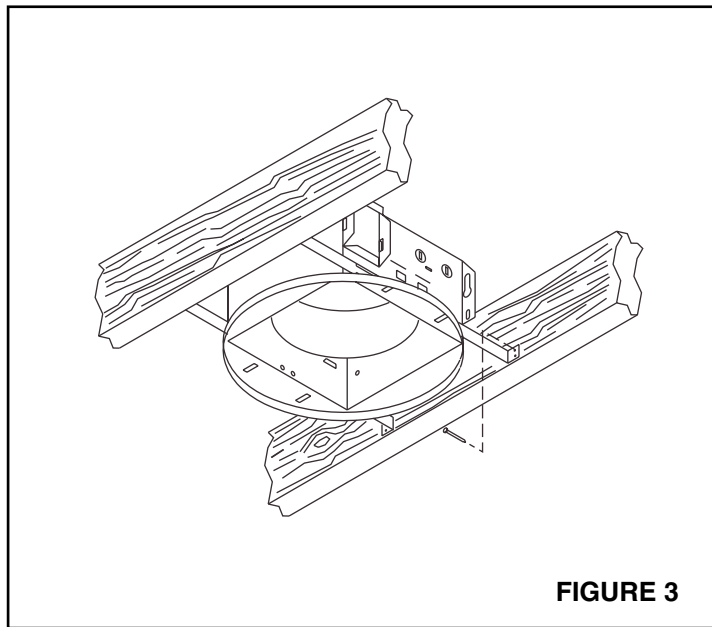
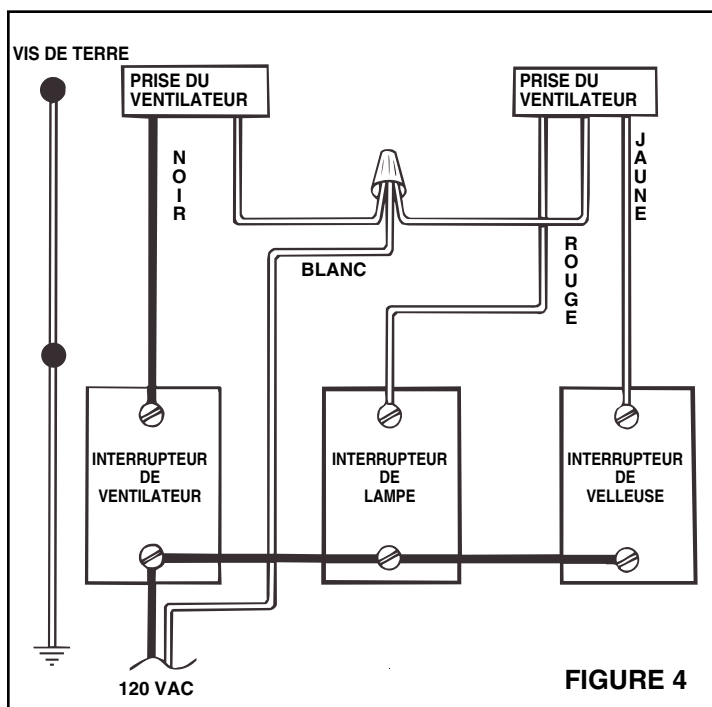

FIGURE 3
FIGURE 4
Voir Figure 3.
- Voir Figure 3. Faire passer une gainé ronde de 4 po, de l'ouverture d'évacuation du ventilateur à l'extérieur, et procéder aux finitions.
- Amener un câble de 120 V CA (avec terre) de l'interrupteur mural à l'emplacement du ventilateur. Voir Figure 4.
- Voir Figure 4. Relier les câbles blancs des prises du ventilateur et d'éclairage au câble blanc d'alimentation générale (neutre.) Relier le câble noir au câble provenant de l'interrupteur du ventilateur. Relier le câble rouge au câble provenant de l'interrupteur de la lampe. Relier le câble jaune au câble provenant de l'interrupteur de la veilleuse.
Câblage et gainage: Voir page 1. Prévoir le gainage et la câblage avant l'installation. Voir Figure 4 pour le câblage et Figure 3 pour le gainage.